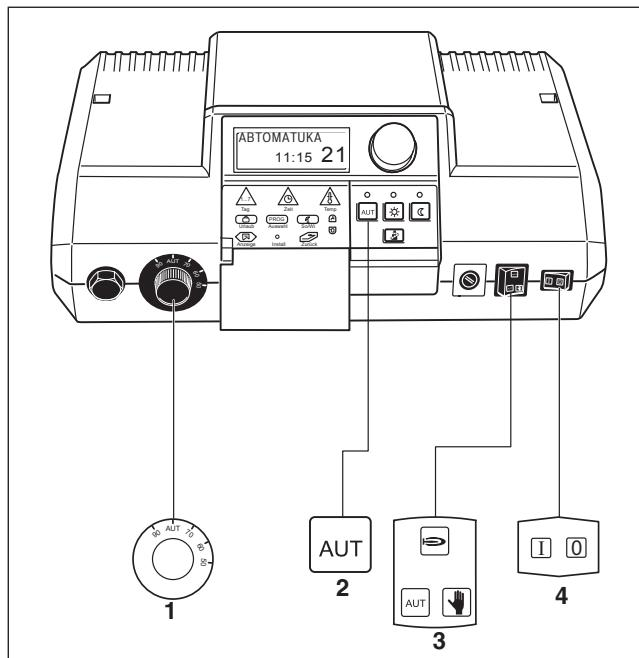

Рис. 8 Кнопки, необходимые для пуска в эксплуатацию
- Установите пусковой выключатель на "I" (ВКЛ.) (→ рис. 8, [4]).
- Поворачивая регулятор температуры котловой воды, установите его на "AUT" (→ рис. 8, [1]).
- Установите переключатель автоматического, аварийного режима, отопления и горячего водоснабжения на "AUT" (→ рис. 8, [3]).
- Нажать кнопку "AUT", для старта автоматического режима по таймеру (→ "Изменение режима работы", рис. 11) (→ рис. 8, [2]).
- Установите пусковой выключатель в положение "0" (→ рис. 8, [4]).